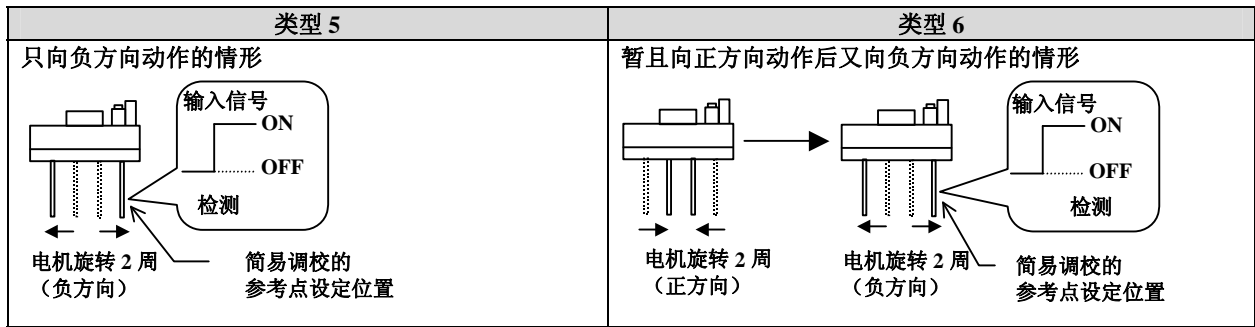

图 12.4 位置校准动作类型
Calibration motion type	无电池类型的刀具，在刀具分离时，位置（脉冲值）将会丢失，因此必须在连结时进行位置校准操作。 该位置校准由 “脉冲编码器的定位用的马达旋转 2 周的动作（下称该动作为位置校准动作）”和 “预先设定的参考点处的位置校准”构成。 这些组合中，从如下类型 1~6 中选择适合客户系统的类型。 (见表 12.4 和图 12.4)
类型 1 和类型 2 的差异在于，位置校准动作的动作方向不同。（见表 12.4 和图 12.4）
类型 3 和类型 4 的差异在于，位置校准的动作方向不同。（见表 12.4 和图 12.4）
类型 5 和类型 6 的差异在于，位置校准的动作方向不同。（见表 12.4 和图 12.4）
无电池类型的刀具，通过“TOOL ATTACH[ ]”（刀具连结）指令执行刀具轴的位置校准动作。（下图③的动作。具体执行什么样的动作，可参阅图 12.4。）